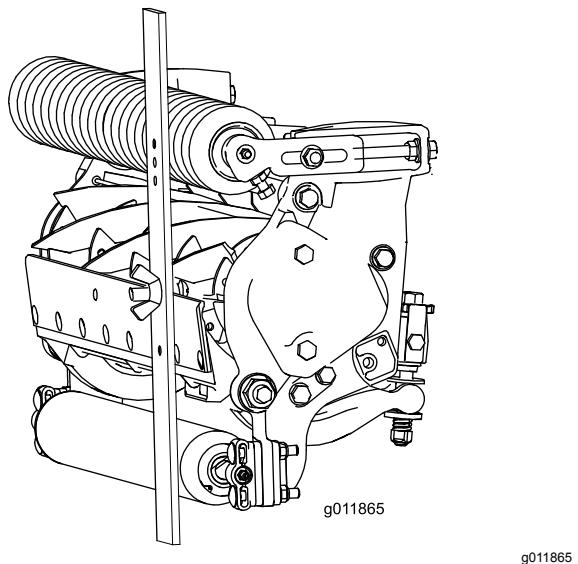

Figura 19
- Prenda a cabeça do parafuso à extremidade cortante da lâmina de corte e apoie a extremidade traseira da barra no rolo traseiro (Figura 19).
- Rode o parafuso de ajuste até que o rolo entre em contacto com a dianteira da barra indicadora (Figura 19). Ajuste ambas as extremidades do rolo até que todo o rolo esteja paralelo à lâmina de corte.